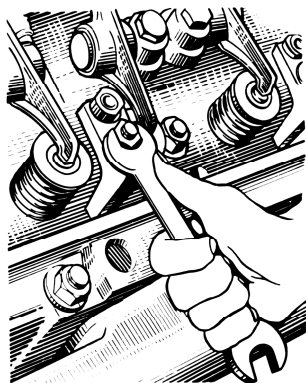
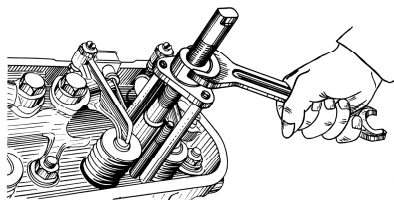

Рис. 89.Отвертывание гайки скобы крепления форсунки
Рис. 90. Снятие форсунки
- 4 Отвернуть гайки скоб крепления форсунок (рис. 89), снять форсунки (рис. 90), предохраняя распылитель от ударов и засорения отверстий.